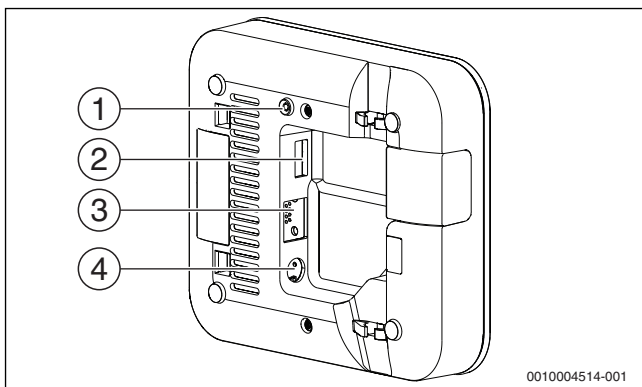

Bild 2 Anschlüsse und Bedienelemente auf der Rückseite
- ▶ Systemtaste (→ Bild 2, [1], Seite 4) mit einem spitzen Gegenstand so lange gedrückt halten, bis alle LEDs rot blinken.